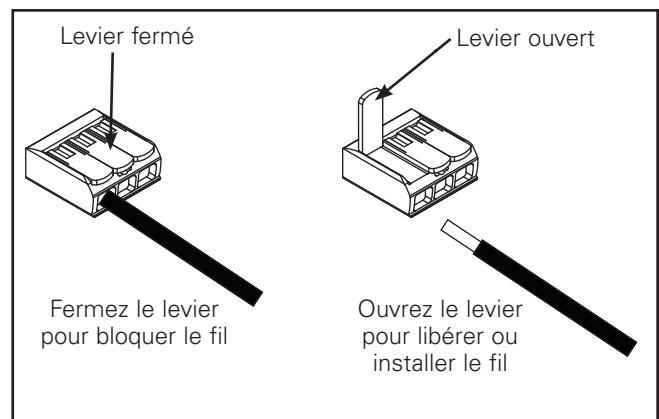

Figure 11
4. Branchez les fils d'alimentation principale aux fils principaux de la boîte de jonction (ligne, neutre et terre) dans le luminaire à l'aide des capuchons de connexion fournis (Figure 11). Assurez-vous qu'il n'y a pas de fil dénudé sortant du capuchon de connexion.
5. Soulevez la languette orange sur le capuchon de connexion pour libérer le fil et fermez pour bloquer le fil en place (Figure 11).
1. Retirez la vis du circuit (voir la figure 11).